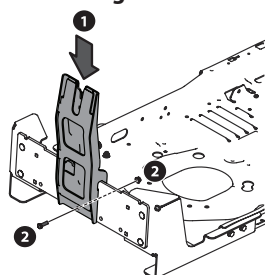

Figura 4
3. Instale la ménsula de soporte vertical en el conjunto de montaje sobre el tractor, enganchándolo encima del conjunto de montaje entre las dos lengüetas, tal como se muestra en la (1) Figura 4.
4. Fije la unidad de soporte vertical de las ménsulas a la unidad de montaje con un perno hexagonal (710-0376) y (712-04063) y una tuerca de seguridad con brida que viene con el paquete de elementos de ferretería 689-00567. Vea (2) Figura 4.